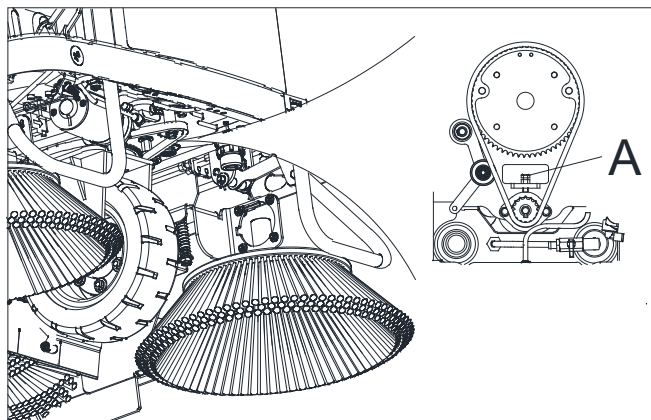

Figura 36
4. Se a corrente da roda dianteira estiver solta, ajuste o parafuso de ajuste da corrente (A, Figura 36) da parte dianteira inferior da máquina para garantir que a corrente tenha a tensão apropriada.